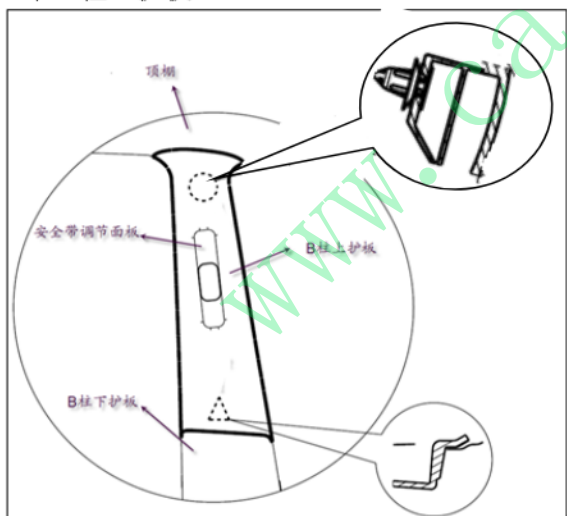

图 4-5-4-1 B 柱上护板拆卸过程
1、 使用缠有保护胶带的一字螺丝刀在图 4-5-4-1 所示的卡扣处沿与钣金垂直的方向把塑料卡扣紧固点从钣金分离，然后在图 5 所示卡脚处向上拉动使其从钣金 分离，即可拿下 B 柱上护板。